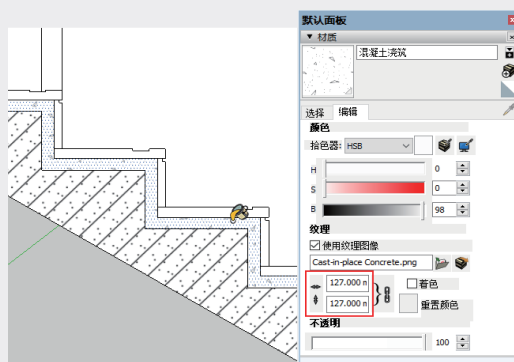

图3-226
- 03 选择“混凝土浇筑”材质, 填充至砂浆混凝土层, 并调整参数, 如图3-226所示。